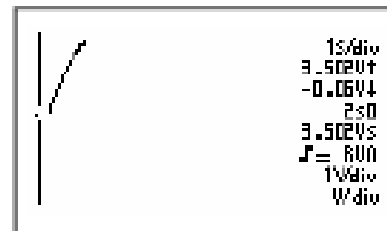

Fig 70
- Con un time base di 1 s/div o maggiore, i readout sono impostati per fornire informazioni istantanee (Vs) (fig. 70).